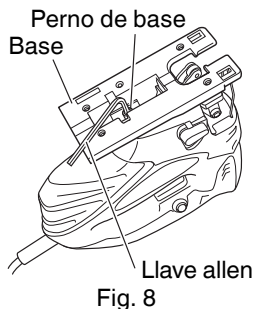

Fig. 8
- (1) Afloje el perno de base con la llave allen provista en la base. (Fig. 8)
NOTA: Para cortar con precisión utilizando la guía (Fig. 8), ajuste siempre la posición orbital a "0".
- (1) Afloje el perno de base con la llave allen provista en la base y mueva la base completamente hacia adelante. (Fig. 8, 9)
- (1) Retire la llave allen de la base.
- (2) Mueva la base completamente hacia adelante. (Figs. 8, 9)